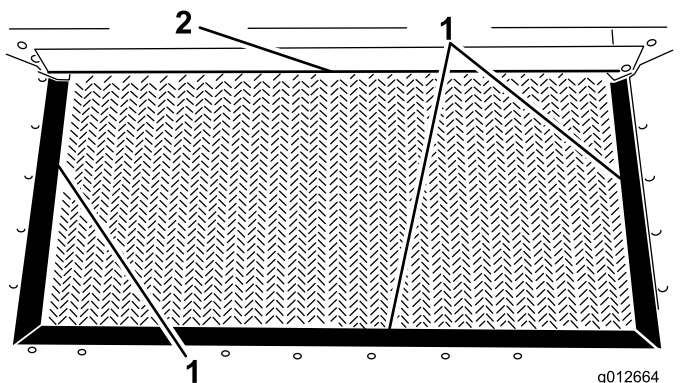

Bild 22
3. Dichtungen und Klappenkante des Füllkastens auf Verschleiß oder ausgerissene Kanten prüfen (Bild 22).